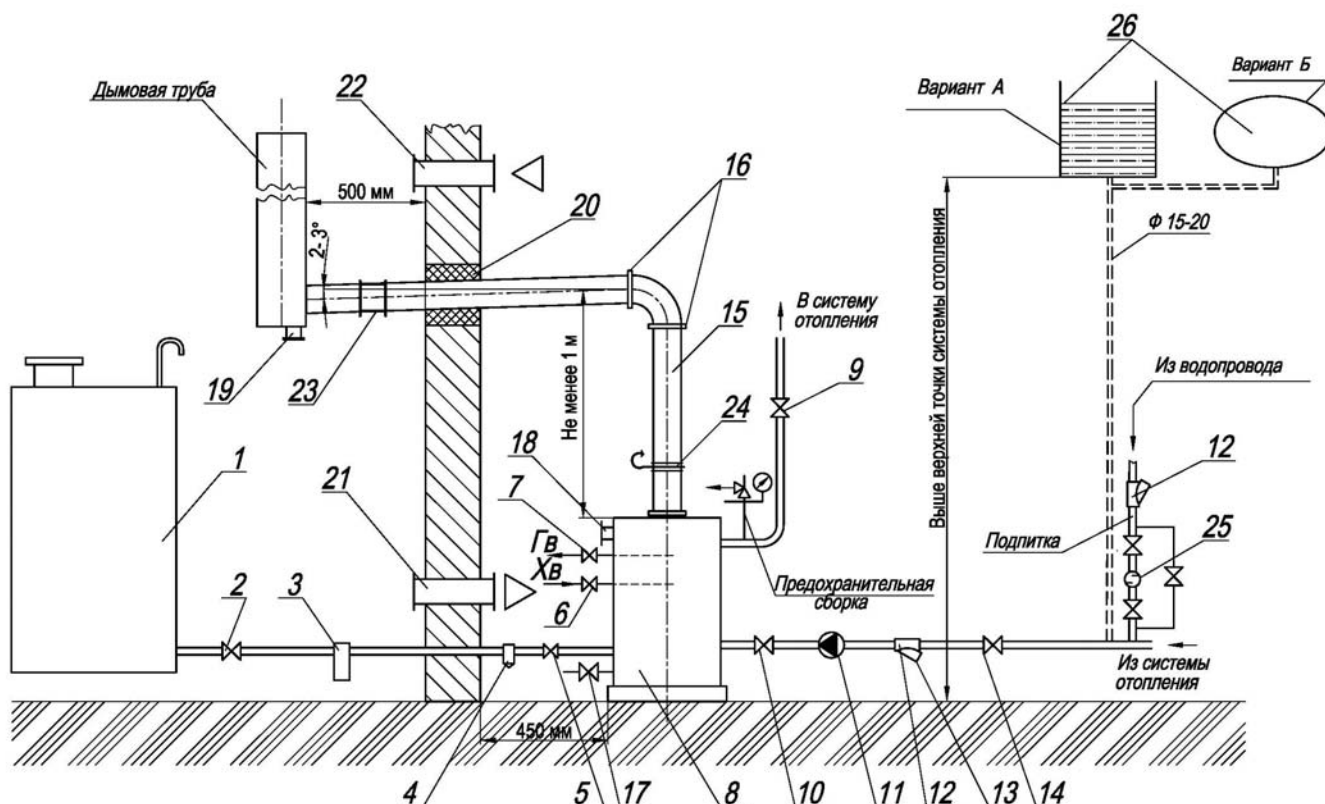

Рис. 3
3.1.4 На рис.3 показана рекомендуемая схема обвязки котла.